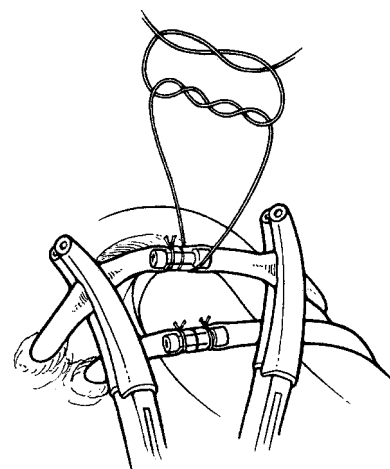

Figura 4-23. Sutura en el conector
5. Use un nudo de cirujano simple de doble cote, seguido por un mínimo de dos nudos de un solo cote para unir los tubos al conector (**Figura 4-23**).